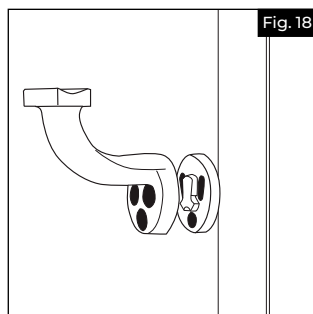

Fig. 18
a. Aligner le support ou le retour sur le poteau, et faire une marque (comme illustré) pour chaque support. Avant de fixer le support au poteau, insérer la cale d'espacement à l'arrière du support (Fig. 18).